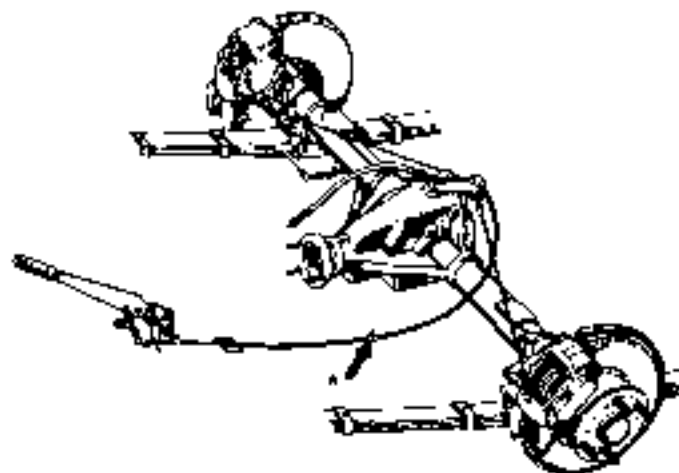

Fig. 16
31. **Hand brake, operating on rear wheel brakes** (Fig. 16) The hand brake should be used only for parking purposes, for starting on a slope or for stops in traffic. Before operating the hand-brake, depress the top button.
31. Hebel fuer Handbremse; dieser Hebel bewirkt die Blockierung der Hinterbremsen (Abb. 16). Die Handbremse nu' beim Parken des Autos beziehungsweise bei Anlauf von Steigungen oder beim Anhalten in Hauptverkehr verwenden. Durch Druecken des Knopfes am Hebelende kann der Hebel in die erwuenschte Stellung gebracht werden.